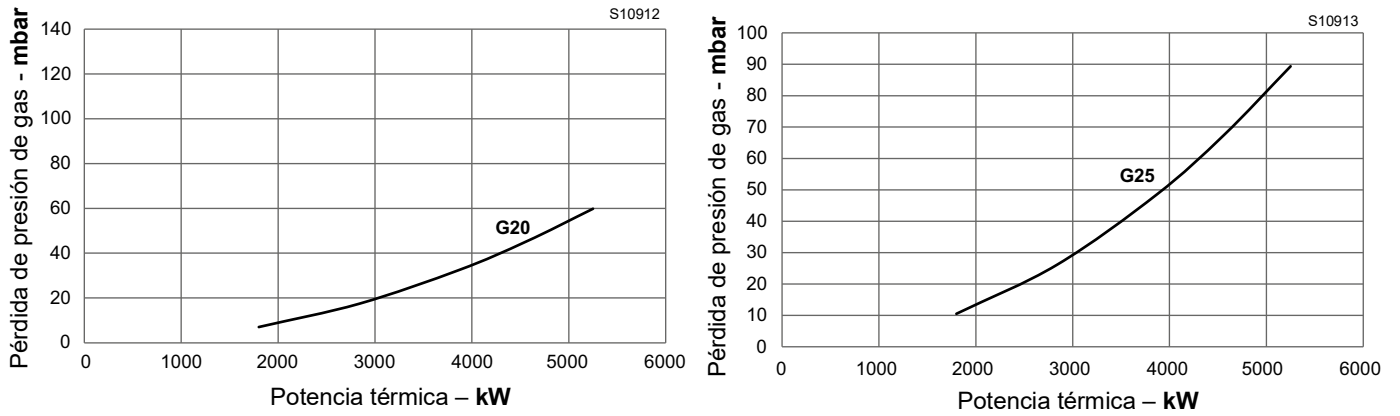
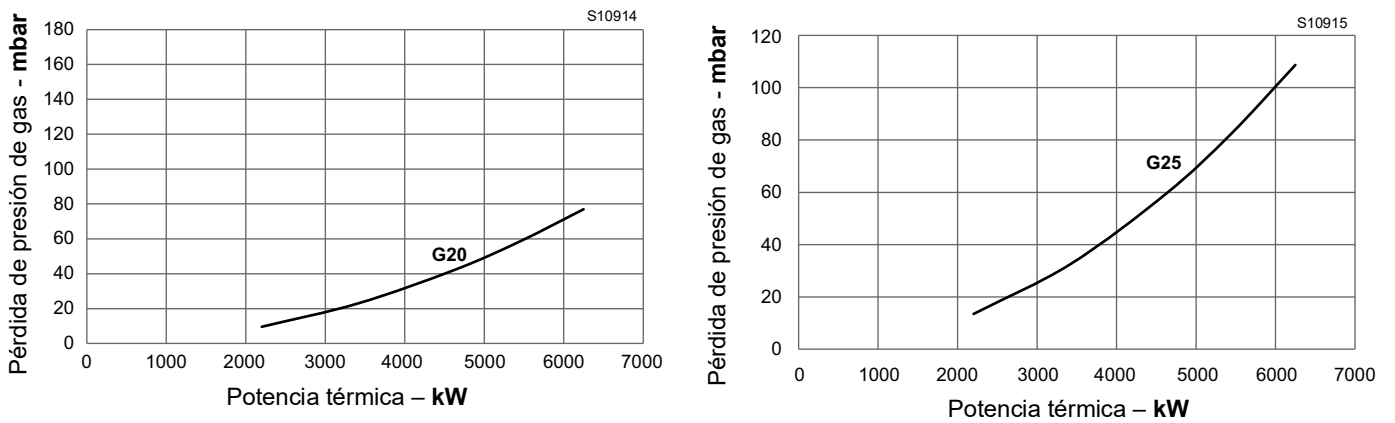

Fig. 26
Fig. 27
Las Fig. 24, Fig. 25, Fig. 26 y Fig. 27 en la pág. 29 indican las pérdidas de carga mínimas a lo largo de la línea de alimentación del gas en función de la potencia máxima del quemador.
Los valores detallados en las Fig. 24, Fig. 25, Fig. 26 y Fig. 27 se refieren a:
- Buscar en las Fig. 24, Fig. 25, Fig. 26 y Fig. 27 del quemador elegido, el valor de presión más cercano al resultado de la sustracción.
A la presión de 53,1 mbar, corresponde en las Fig. 24, Fig. 25, Fig. 26 y Fig. 27 una potencia de 4450 kW.
- buscar en las Fig. 24, Fig. 25, Fig. 26 y Fig. 27 del quemador elegido, el valor de potencia más cercano al valor deseado.